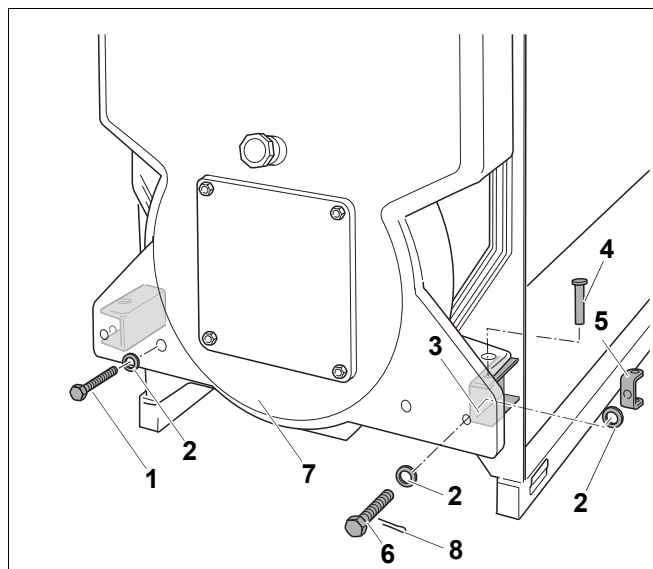

Рис. 9 Снятие нижних шарниров
- Отверните болт M16 (рис. 9, поз. 6) нижнего правого шарнира (рис. 9, поз. 3) так, чтобы шарнирная ось (рис. 9, поз. 4) свободно перемещалась.
- Выньте шарнирную ось (рис. 9, поз. 4) из шарнирной вилки (рис. 9, поз. 5).
- Выверните болт M16 (рис. 9, поз. 6) из вилки шарнира (рис. 9, поз. 5).
- Выньте шплинт (рис. 9, поз. 8) из отверстия в болте.
- Выньте болт M16 (рис. 9, поз. 6) из двери котла (рис. 9, поз. 7).
- Выверните болт M12 (рис. 9, поз. 1) из резьбового отверстия в передней стенке котла и выньте его из двери (рис. 9, поз. 7).
- Наденьте шайбу на болт M16 и вставьте шплинт в отверстие болта. Разогните концы шплинта (рис. 9, поз. 8).